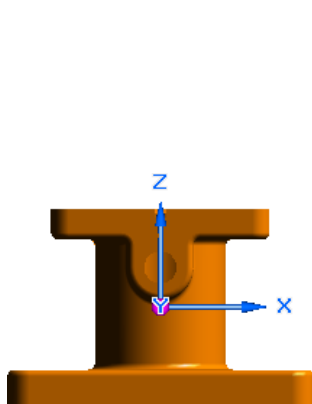
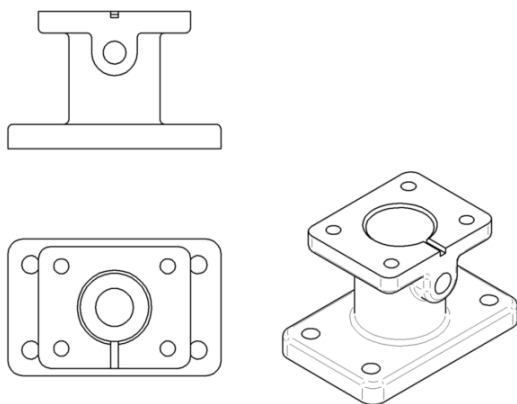

图 4.7.33 定义视图方位
图 4.7.34 创建基本视图
(1) 单击 **图纸视图** 区域的“视图向导”按钮，系统弹出“选择模型”对话框。在 **查找范围 (F)** 下拉列表中选择目录 D:\sest4.12\work\ch04\ch04.07，然后选择“base”模型，单击 **打开 (O)** 按钮。
(2) 此时系统弹出“图纸视图创建向导”对话框，单击 **下一步 (N) >** 按钮，然后单击 **定制 (C)...** 按钮，采用图 4.7.33 所示的方位，单击 **关闭** 按钮。
(3) 在“图纸视图创建向导”对话框 **图纸视图布局** 区域确认  按钮、 按钮和  按钮处于按下状态，然后单击 **完成 (F)** 按钮。
(4) 在“视图向导”命令条中 **2:1** 的下拉列表中选择 **1:1**。将鼠标放在图形区，会出现视图的预览，选择合适的放置位置单击以生成基本视图，然后将视图的位置进行调整，结果如图 4.7.34 所示。